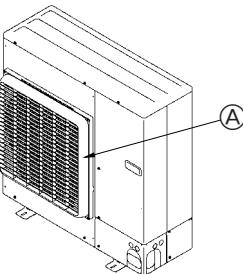
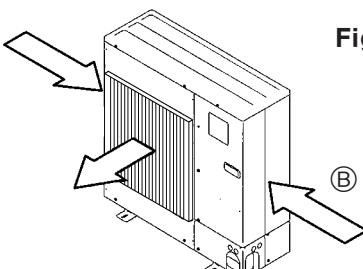

Fig. 2-4
Fig. 2-5
- ② Τοποθετήστε σε έναν προαιρετικό οδηγό στο στόμιο εξαγωγής του αέρα και έναν οδηγό αέρα εάν πρόκειται να εγκαταστήσετε τη μονάδα σε σημεία όπου υπάρχει ενδεχόμενο να φυσούν απευθείας στο στόμιο εξαγωγής του αέρα πολύ δυνατοί άνεμοι κτλ. (Fig. 2-4)
- ③ Οδηγήστε στο στόμιο εξαγωγής του αέρα
- ④ Εγκαταστήστε τη μονάδα με τρόπο ώστε ο αέρας που βγαίνει από το στόμιο εξαγωγής να φυσά κάθετα σε σχέση με την κατεύθυνση του ανέμου, εάν αυτό είναι δυνατό. (Fig. 2-5)
- ⑤ Κατεύθυνση ανέμου